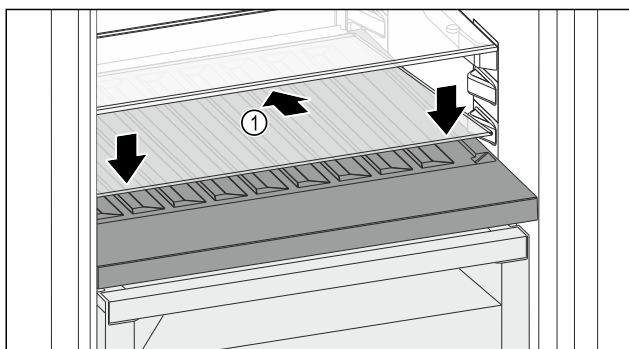

Fig. 100
- Ustawić płytę szklaną Fig. 100 (1) pod ukosem, nachyloną do tyłu w dół.
- Opuścić płytę szklaną Fig. 100 (1) z przodu.